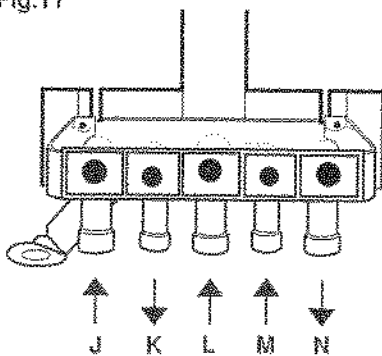

Fig.12
- Equiper le gabarit plastique des différentes douilles coudées (fig.12).